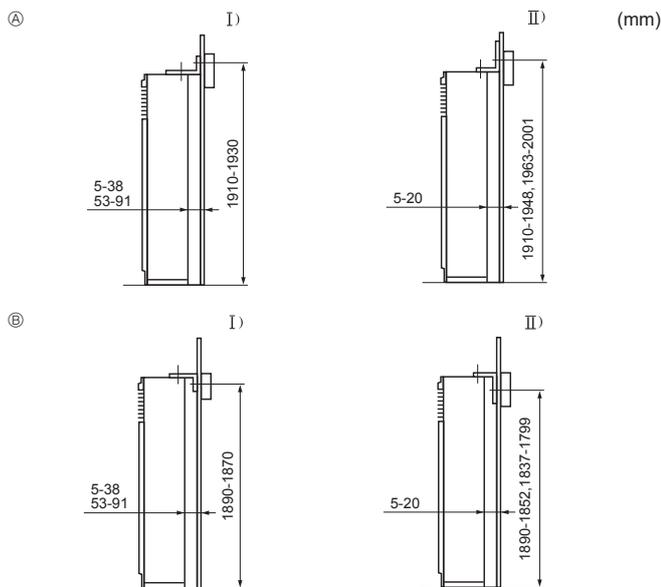

Fig. 3-3
- ① Γωνιακό λαμάκι στήριξης
Το γωνιακό λαμάκι στήριξης ① τοποθετείται στην άνω επιφάνεια της μονάδας. Βγάλε τις λαμαρινόβιδες ② και στη συνέχεια επανατοποθετήστε το λαμάκι όπως φαίνεται στην εικόνα. Για τις κατάλληλες αποστάσεις τοποθέτησης, δείτε στη Fig. 3-3.
- Ε Βγάλε τη βίδα ③ και στη συνέχεια τραβήξτε τη γρίλια προς τα εμπρός για να τη βγάλετε.
3.3. Τοποθέτηση του γωνιακού λαμακιού στήριξης (Fig. 3-3)